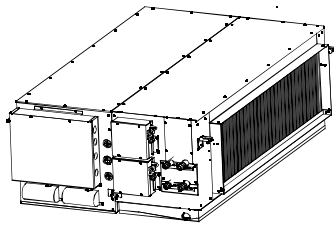

Рис. 4-20
1. Внешний вид внутреннего блока показан на рис. 4-20.